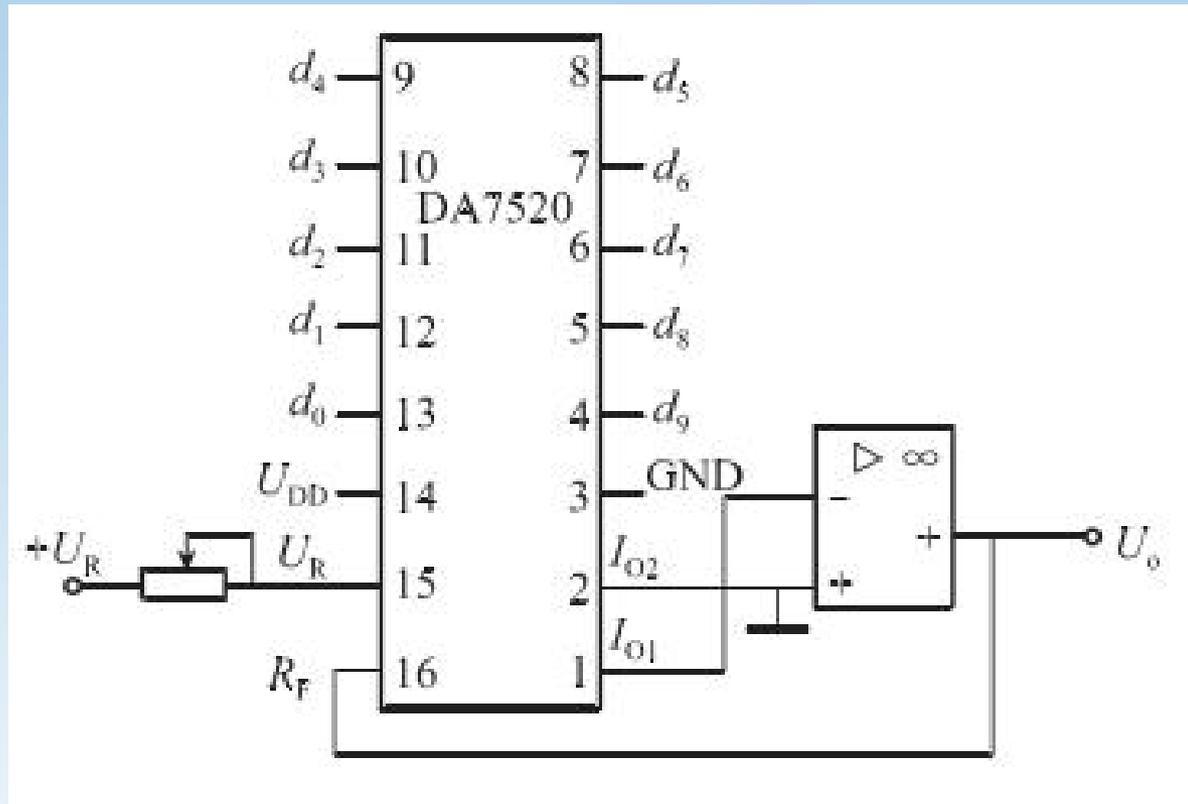

图9-1-4 DA7520组成的锯齿波发生器
- 图9-1-4所示的电路为一个由10位二进制加法计数器、DA7520转换器及集成运放组成的锯齿波发生器。